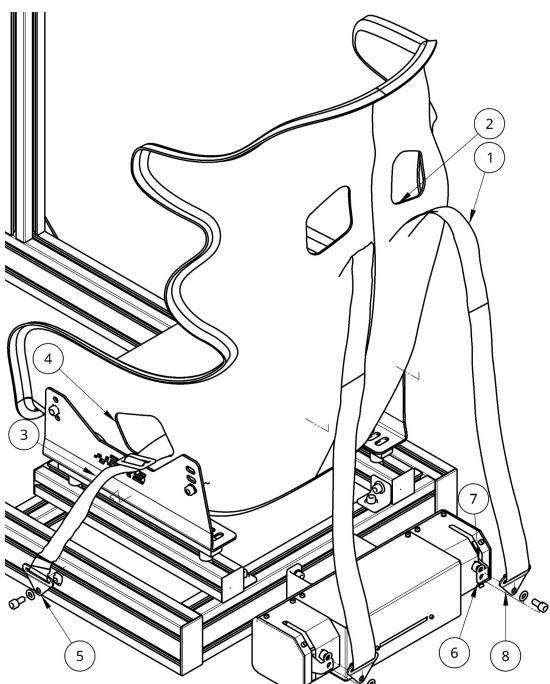

FIGURA 2
A seguir, prenda os suportes traseiros do cinto (8) na base móvel do servo motor (6), conforme a Figura 2.